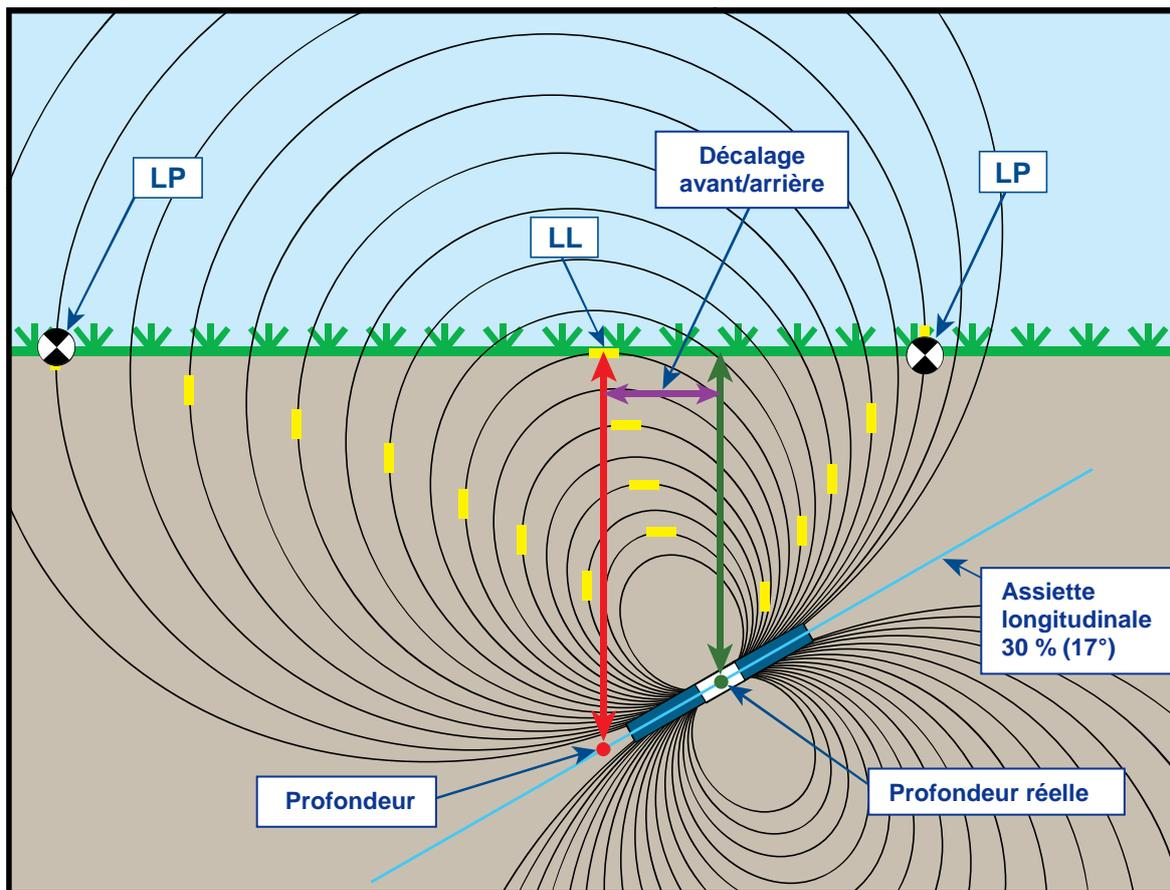

Figure B2. Profondeur prévue et profondeur réelle, et décalage avant/arrière lorsque l'émetteur est sur une pente raide et en profondeur
On doit tenir compte de la profondeur prévue et du décalage avant/arrière montré sur la Figure B2 lorsque l'émetteur se trouve sur une pente raide et/ou en profondeur. Voir les tableaux se trouvant plus loin dans cette annexe (Tableaux B1 et B2) pour déterminer la profondeur réelle et le décalage avant/arrière lorsque vous connaissez la profondeur affichée (prévue) et l'assiette longitudinale de l'émetteur.
La Figure B2 ci-dessus montre un émetteur positionné dans le train de tiges de forage, pour illustrer le forage avec une assiette longitudinale positive ou négative ; l'assiette longitudinale est positive si vous forez de la gauche vers la droite, et elle est négative si vous forez de la droite vers la gauche. Le champ des signaux de l'émetteur est aussi incliné longitudinalement au même angle que l'émetteur. L'axe d'alignement (LL), auquel la profondeur est mesurée, est la composante horizontale des lignes de flux du champ des signaux de l'émetteur. Donc, l'axe d'alignement LL se trouve à l'endroit où les lignes de flux sont horizontales, ces lignes étant représentées par de courtes lignes jaunes horizontales sur la figure ci-dessus.
La Figure B2 montre aussi les points d'alignement (FLP et RLP). Ces points sont placés sur les composantes verticales du champ des signaux, et sont représentés par de courtes lignes jaunes verticales sur la figure ci-dessus. Les points d'alignement ne se trouvent pas à la même distance de l'axe LL lorsque l'émetteur est incliné longitudinalement. Là encore, cette situation nécessite une compensation pour la profondeur prévue et le décalage avant/arrière.